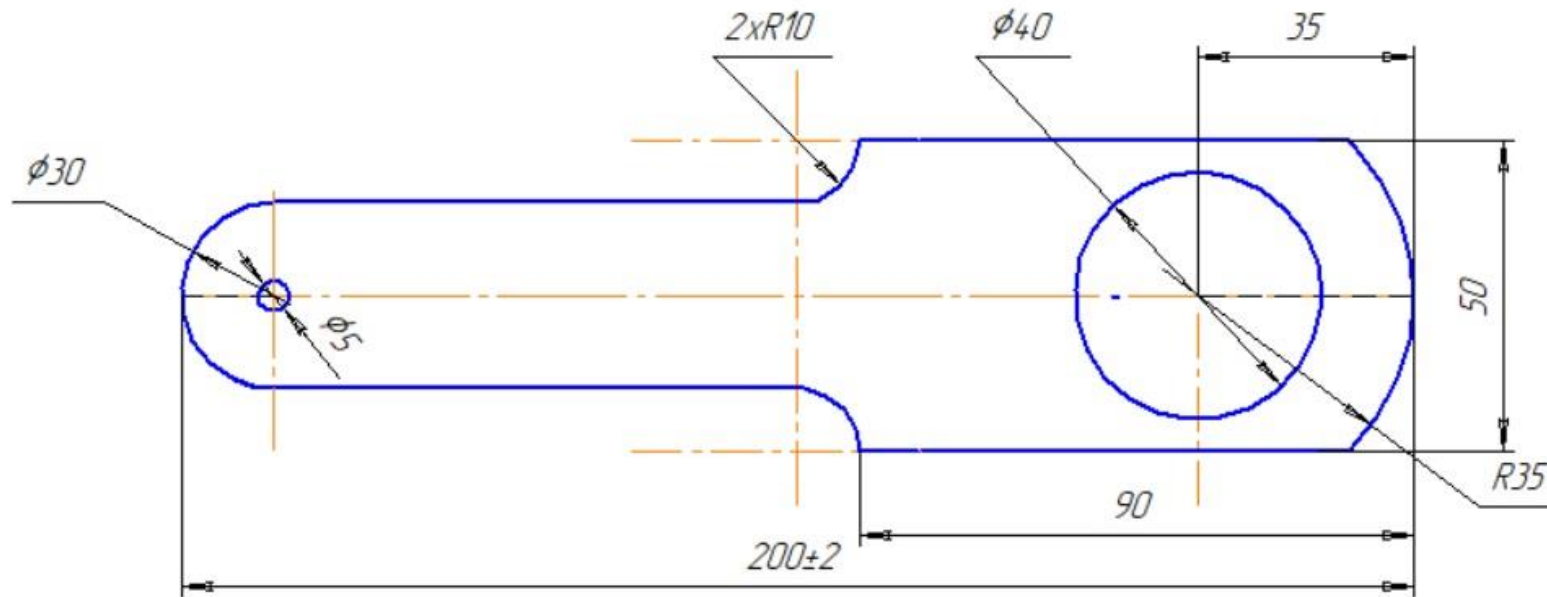

Рис. 1. Пример кормушки
1. С помощью представленного чертежа выполнить ракетку для игры «Бильбоке» (см. рис. 1).